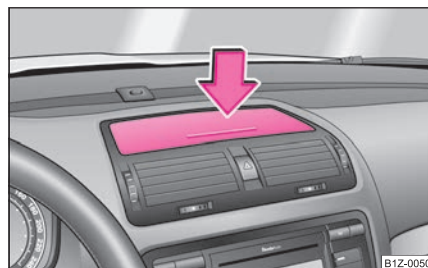

Fig. 102 Cuadro de interruptores: Portaobjetos
- Presionar el centro del compartimento guardaobjetos ⇒ página 94, fig. 102, la tapa se abrirá.